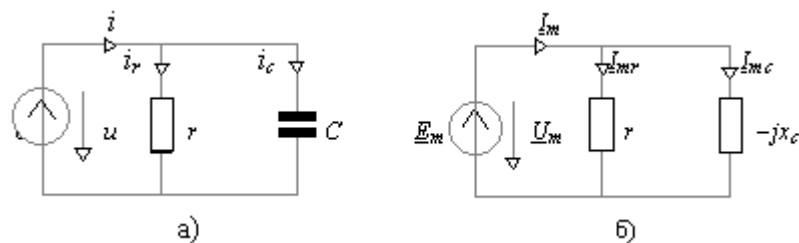

Рис.4.3
4.2. Для электрической цепи рис. 4.3,а известна синусоидальная функция тока в емкости  $i_c = 6\text{Sin}(1000t + 30^\circ)$  [А] и параметры  $r = 20$  [Ом],  $C = 100$  [мкФ]. Определить комплексные амплитуды токов в ветвях цепи и напряжений на ее элементах.